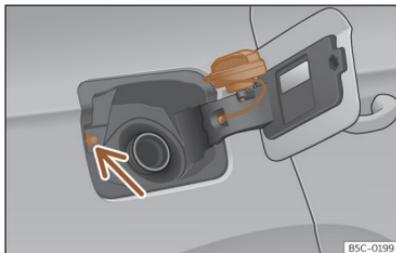

Abb. 191 Tankklappe mit aufgestecktem Tankverschluss.
- Platzieren Sie den Verschluss in der Aussparung, die sich im Scharnier der geöffneten Tankklappe befindet >>> (**Abb. 191**).
Nicht den Taster für Tankdeckelverriegelung >>> (Abb. 191) (Pfeil) berühren. Das System interpretiert ansonsten, dass der Tankvorgang beendet ist und ein weiteres Betanken ist nicht mehr möglich. Um weiter tanken zu können, drücken Sie erneut den Taster  in der Fahrertür.